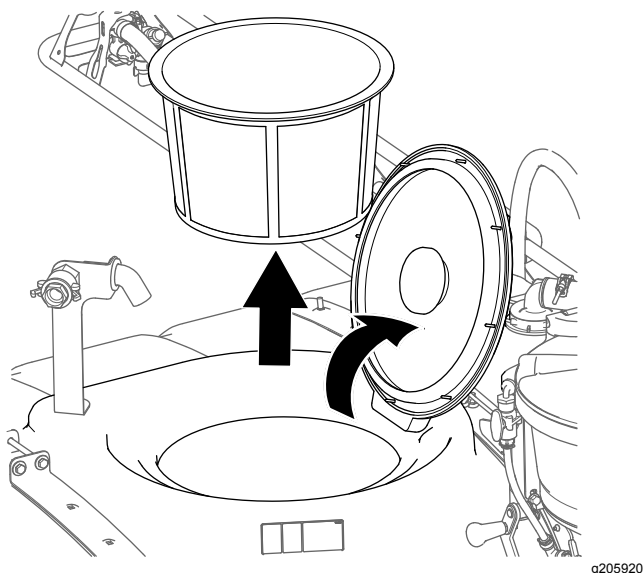

Figure 25
1. Ouvrez le couvercle de la cuve du pulvérisateur et déposez le filtre panier (Figure 25).